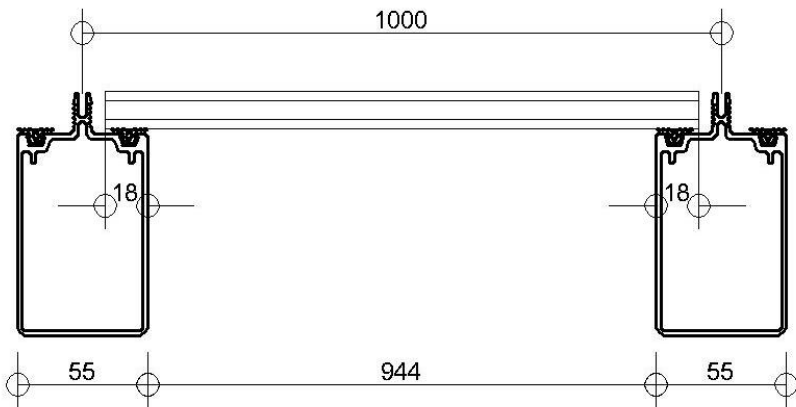

Abb. 21
- 4.1 Messen Sie an dem Wandprofil zwischen den Trägern 944 mm. Siehe Abb. 21
- 4.2 Messen Sie an der Rinne zwischen den Trägern 944 mm Siehe Abb. 21